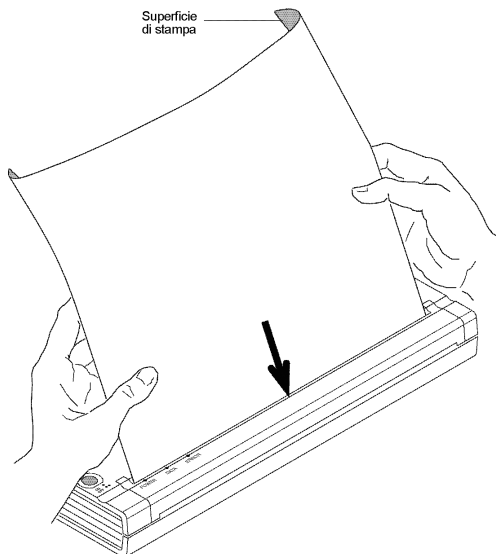

Figura 14. Inserimento della carta
2. Premere delicatamente la carta nella fessura di ingresso della stampante fino a quando il rullo non la tira in posizione di avvio, quindi lasciarla andare. Vedere Figura 14.